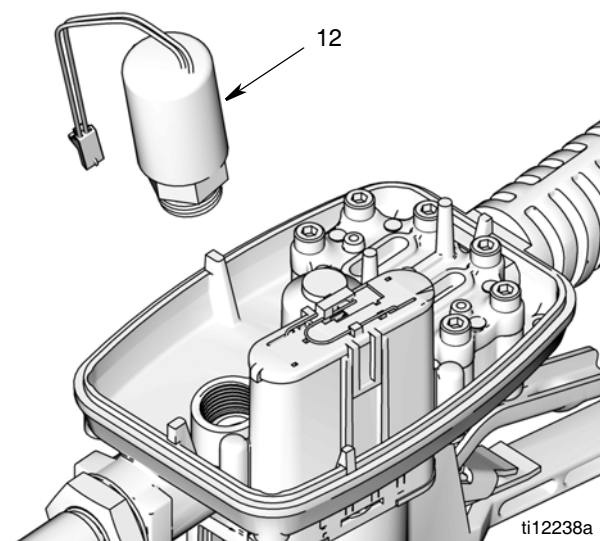

ABB. 37
9. Schrauben Sie das Magnetventil (12) ab und entfernen Sie es aus dem Gerätegehäuse (ABB. 37). Benutzen Sie für den Ausbau des Magnetventils erforderlichenfalls eine Zange.